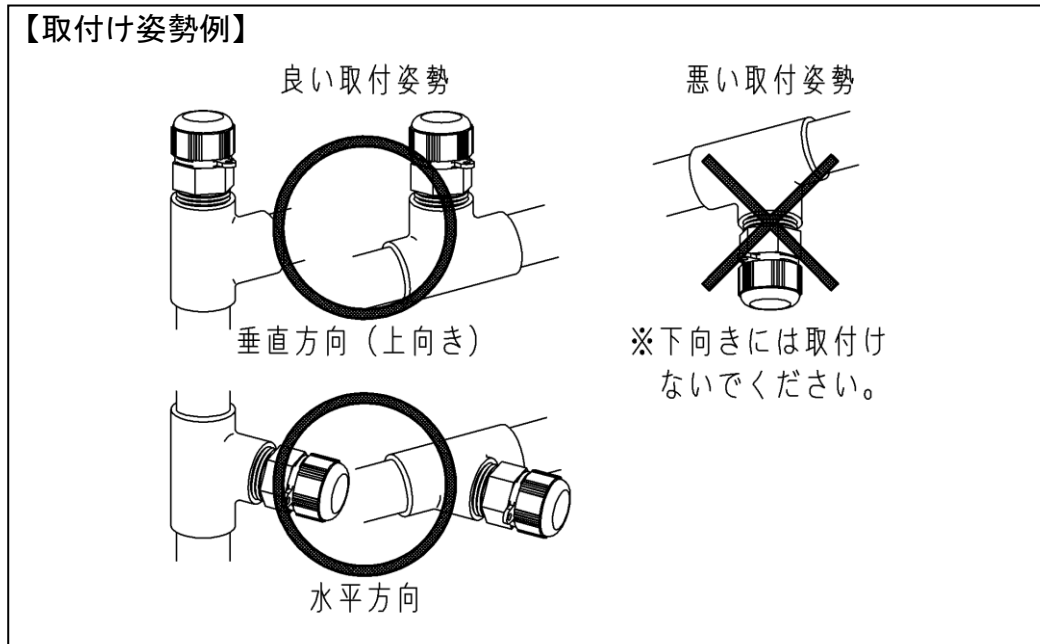
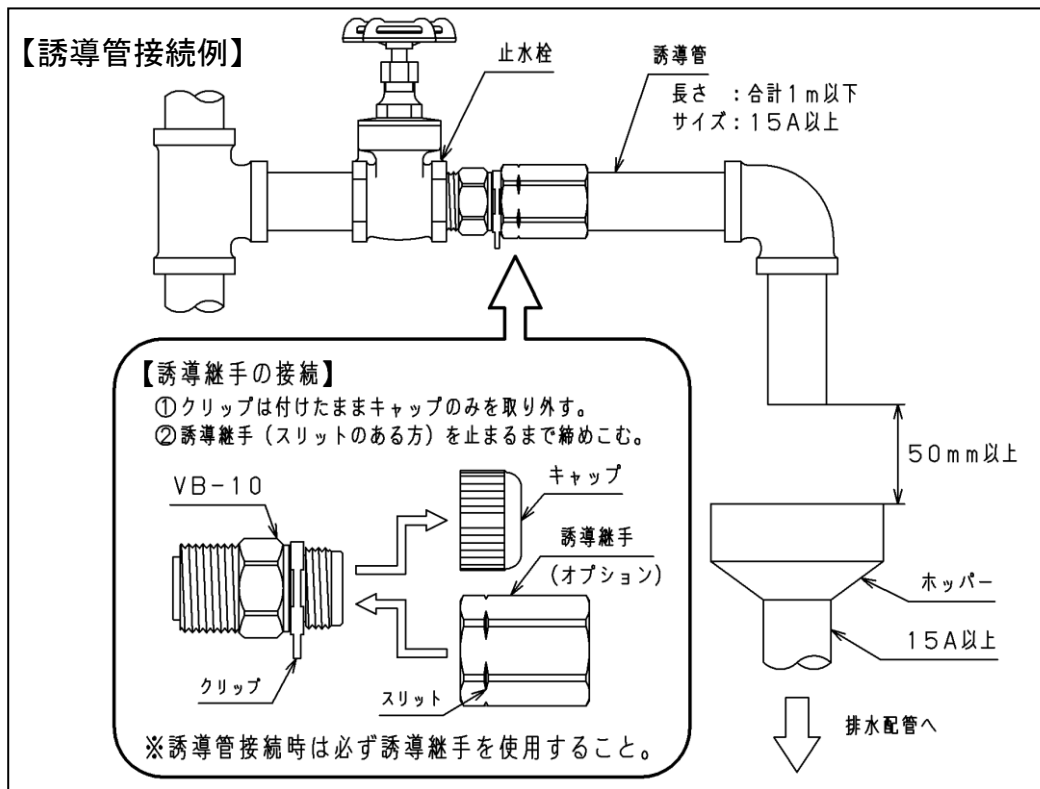

図 1.
図 2.
4. 2. 取付姿勢(図 1.、図 2. 参照)
4. 4. 誘導管接続時の注意事項(図 2. 参照)
※誘導管接続時に漏れた場合は手前の止水栓を閉じてください。(図2)